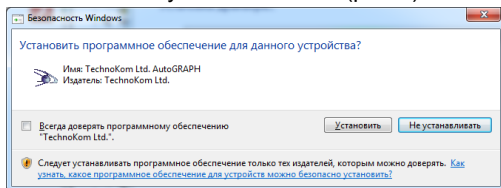

Рис.3.
6. Система начнет установку драйвера. В ответ на предупреждение системы нажмите кнопку «Установить» (рис.3).